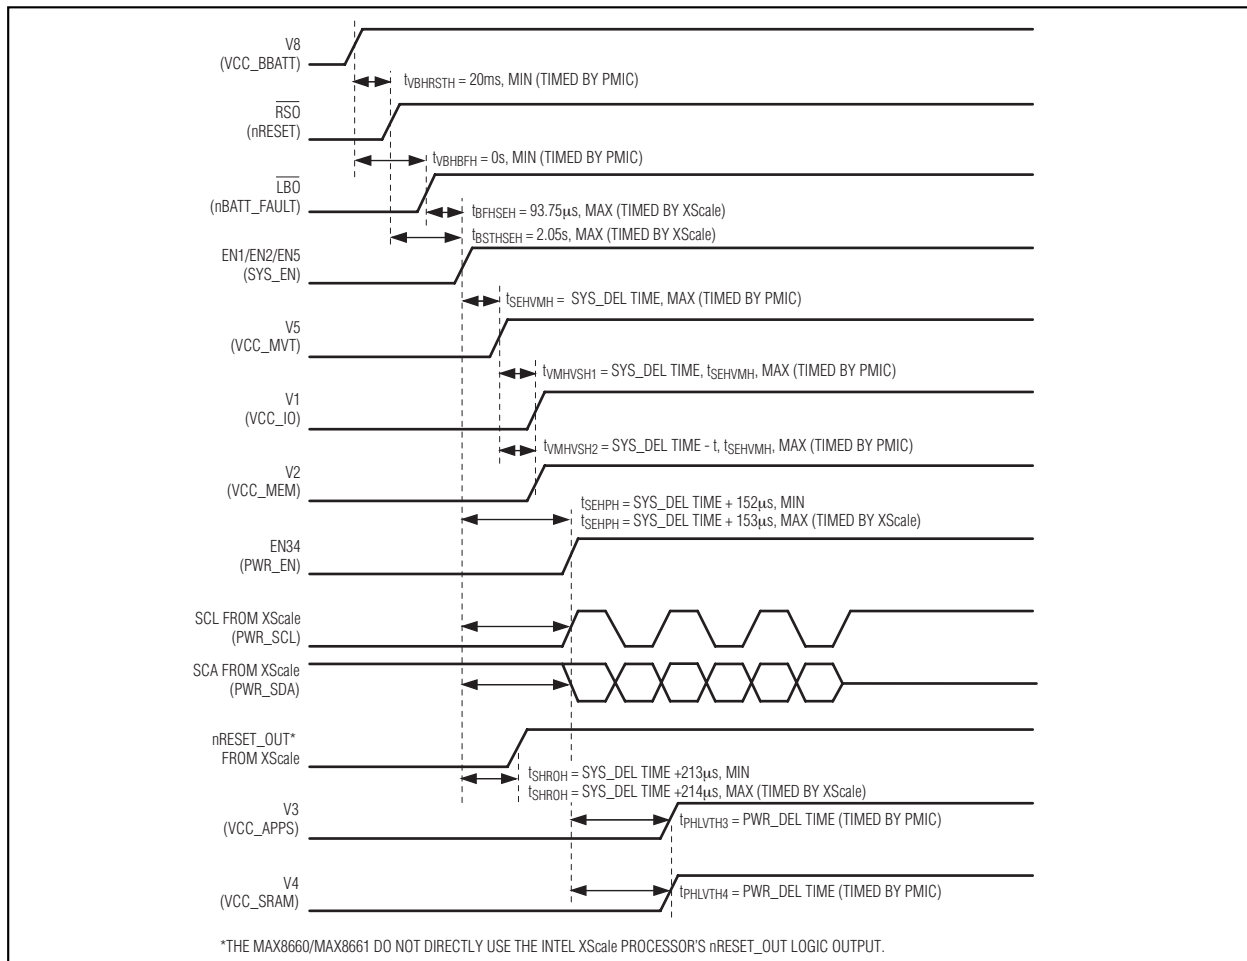

図6. 電源投入タイミング
- PCFRレジスタには、図6に示すようにSYS_DELとPWR_DELのタイミングパラメータ用のタイマが含まれています。それぞれのタイマのデフォルトは125msです。MAX8660/MAX8661を使用する際には、これらのタイマを2msに短縮することで全体的なシステムウェイクアップディレイを高速化することができます。